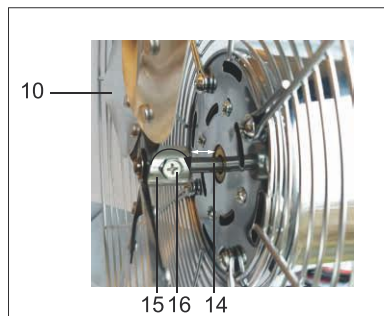

Fig. 138: Монтаж ротора
15. Выкрутите винт с крестообразным шлицем (16) на распорке (15) ротора (10), вращая его против часовой стрелки, чтобы образовалось достаточно большое отверстие.
16. Передвиньте ротор (9) с распоркой вперед на ось двигателя (14). Ротор с распоркой не должен прилегать непосредственно к блоку двигателя. См. рис. 138.